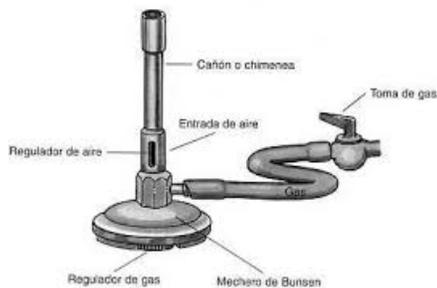
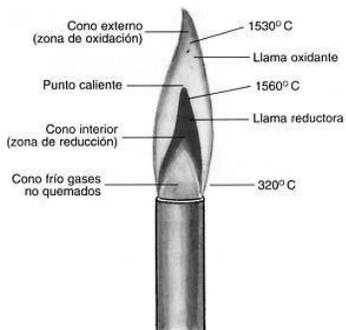

Fig.1 Mechero Bunsen
Fig. 2 Zonas de la llama del mechero
2. Conecta la manguera de látex del mechero a la punta de salida del ducto de gas de tu mesa (fig. 1), una vez conectada, se abre a la llave de gas.
3. Regula el mechero con el collar o válvula (Este se encuentra en la parte inferior del cuello o tubo del mechero (fig.1); tiene como función regular la entrada de aire que se mezcla con el gas para optimizar la combustión de la flama hasta obtener una llama azul claro exterior y un cono interno de tono azul intenso. (Fig.2)
a. Zona más caliente y en la zona más fría de la llama (fig.2), observa la intensidad de la luz que desprende el cobre en cada zona.